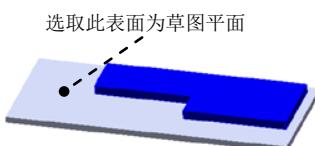
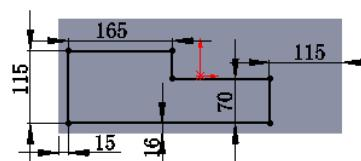

图 17.7.5 凸台一拉伸 2
图 17.7.6 横断面草图
(3) 定义拉伸深度属性。采用系统默认的深度方向；在 **方向1** 区域的下拉列表中选择 **给定深度** 选项，在 **D1** 文本框中输入 10.0。
(4) 单击 **√** 按钮，完成凸台一拉伸 1 的创建。
Step3. 创建图 17.7.5 所示的零件基础特征——凸台一拉伸 2。选择下拉菜单 **插入(I)** → **凸台/基体(B)** → **拉伸(E)...** 命令；选取图 17.7.5 所示的模型表面作为草图平面，绘制图 17.7.6 所示的横断面草图。采用系统默认的深度方向，在 **方向1** 区域的下拉列表中选择 **给定深度** 选项，在 **D1** 文本框中输入 14.0，并选中 **合并结果(M)** 复选框。